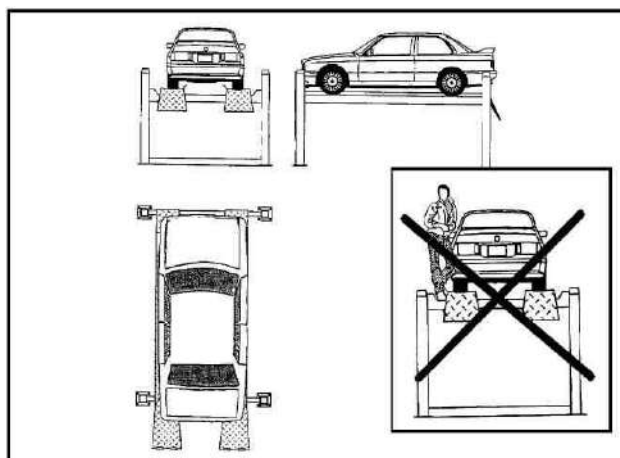

Рис. 19
- удостоверьтесь, что транспортное средство помещено правильно (см. Рис. 19);
- удостоверьтесь, что нет людей на платформах в течение подъема и опускания, и в течение постоянного пребывания автомобиля в поднятом положении (Рис. 19).